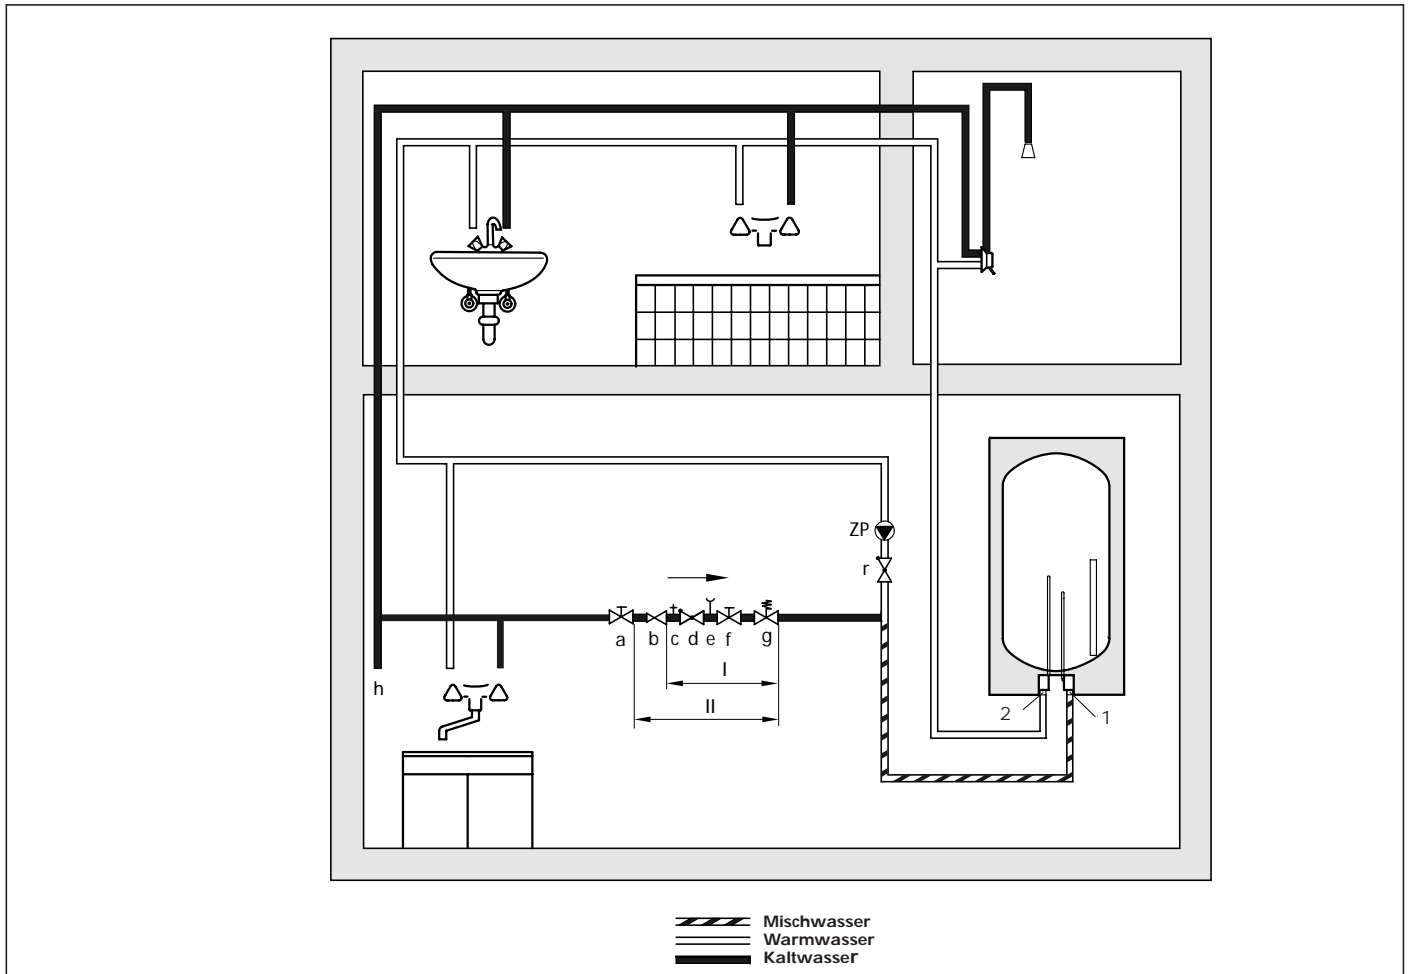

Abb. 9 Installationsbeispiel VEH ... plus mit Warmwasser-Zirkulationsleitung
Das Membran-Sicherheitsventil (g, Abb. 9) muß regelmäßig betätigt werden, um Festsitzen durch Kalkablagerungen vorzubeugen.
Wie in Abbildung 9 gezeigt, werden vom Warmwasseranschluss (2) die Zapfstellen mit einem isolierten Kupferrohr ringförmig so verbunden, dass die letzte Zapfstelle wieder in der Nähe des Elektro-Warmwasserspeichers liegt. Hinter dieser Zapfstelle ist eine Zirkulationspumpe (ZP) anzuschließen. Diese wird über einen Rückflussverhinderer (r) mit einem T-Stück zum Kaltwasseranschluss (1) verbunden.